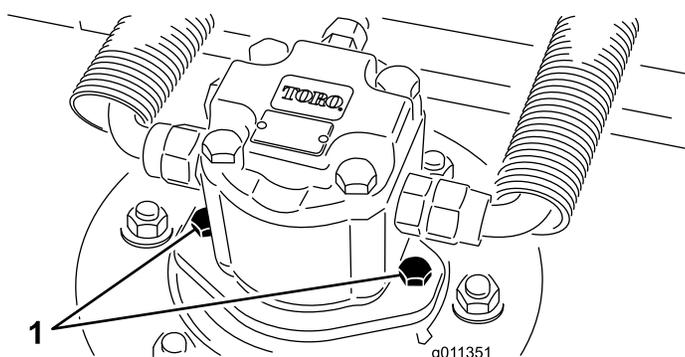

Рисунок 80
2. Отсоедините и снимите гидромотор с режущего блока (Рисунок 80). Накройте верхнюю часть шпинделя для предотвращения загрязнения.
3. Установите гидромотор на режущий блок (**Рисунок 80**). Убедитесь, что уплотнительное кольцо находится в штатном положении и не повреждено.